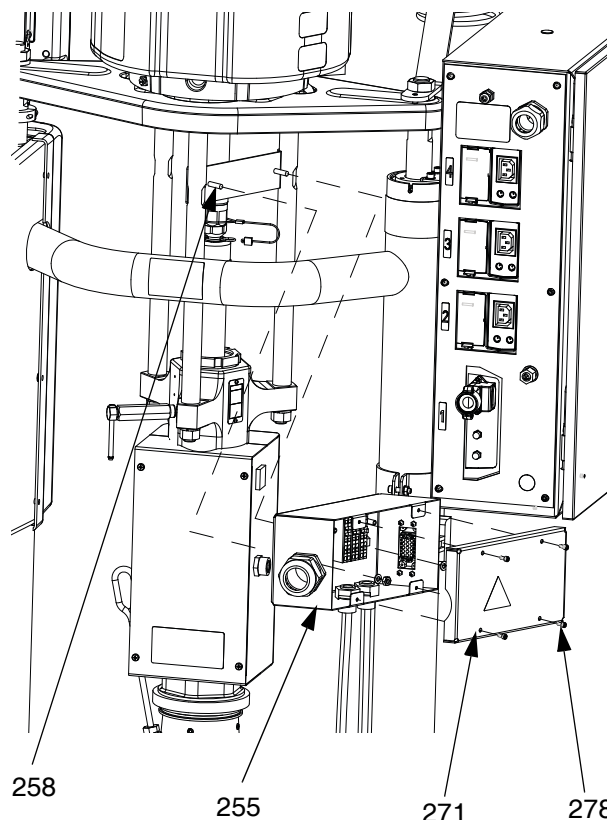

FIG. 36: Verwijder de contactdoos van D60
Installeer de contactdoos opnieuw (255) op de beugel (258). Gebruik schroeven (278) om de afdekking (271) te bevestigen. Zie FIG. 36.